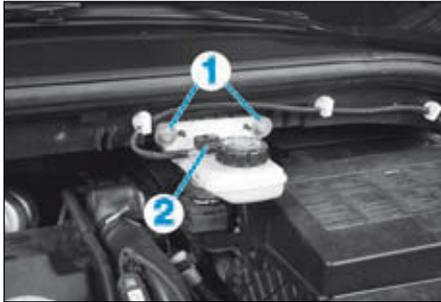

FIG.13
- les vis du réservoir déporté (1) (Fig.13),